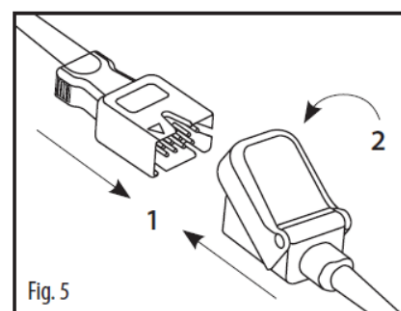

Abb. 32 Verbindung von LNC Patientenkel und Sensor
Siehe Fig. 5 in Abb. 32: Richten Sie den Sensorstecker korrekt aus, und schieben Sie den Sensorstecker vollständig in den Patientenkelanschluss (1). Schließen Sie die Schutzkappe vollständig (2).